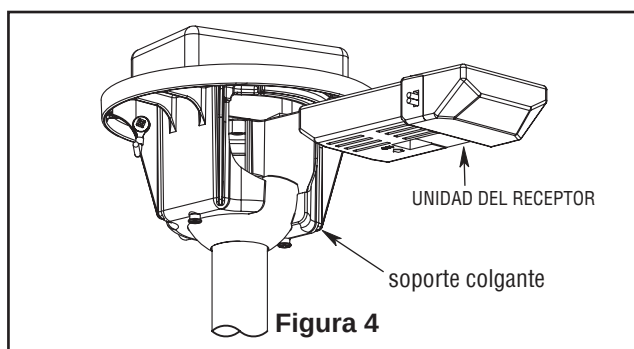

Figura 4
- ☐ 3. Deslice la unidad del receptor en el extremo abierto del soporte colgante. (Figura 4)